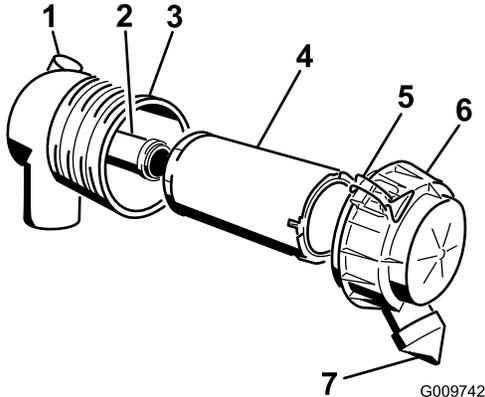

Figura 37
1. Deslize suavemente o filtro principal para fora do corpo do filtro (Figura 37).
4. Se estiver a substituir o filtro de segurança, faça deslizar cuidadosamente o novo filtro para o corpo do filtro (Figura 37).
6. Instale a cobertura do filtro de ar com o lado indicado como “UP” virado para cima e prenda o trinco (Figura 37).